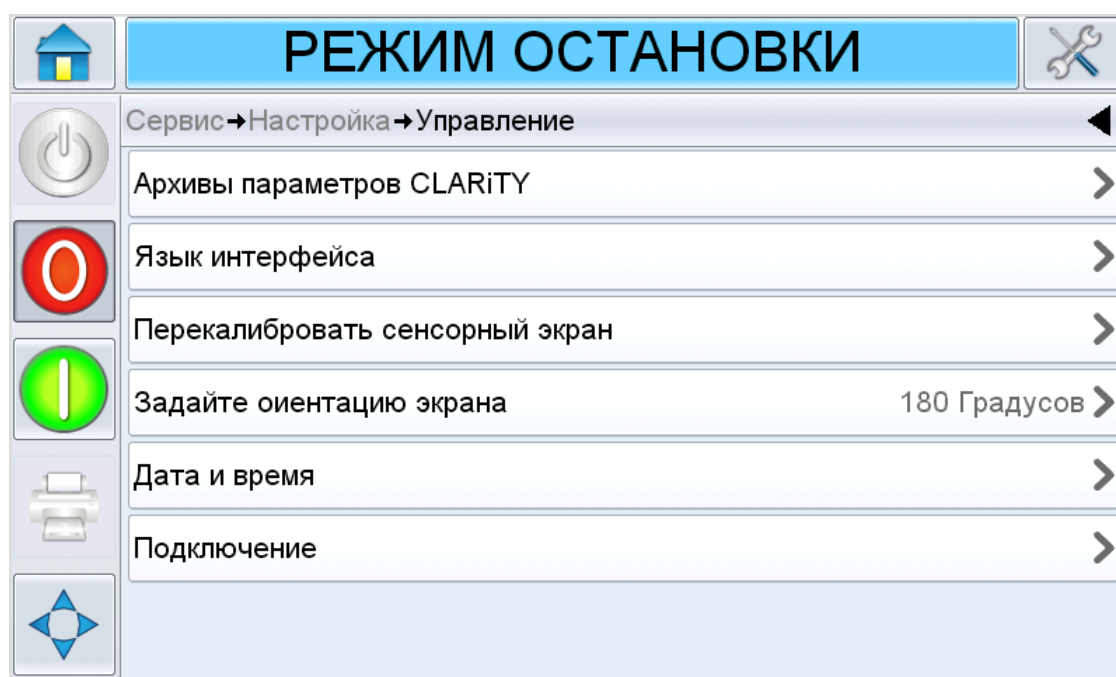

Рис. 4-3: Ориентация экрана
1. Войдите в *Tools (Инструменты) > Setup (Настройка) > Control (Управление)* как показано на Рисунок 4-3.